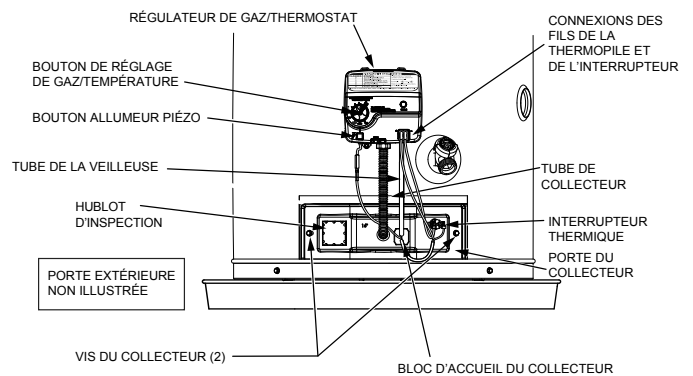

FIGURE 21.
6. Déconnecter les fils blanc et rouge du régulateur de gaz/thermostat (Figure 21). Utiliser une pince à bec effilé pour
8. Retirer les deux vis (tournevis à douille de 1/4 po SAE) qui fixent l'ensemble collecteur/brûleur à la chambre de combustion. Voir la Figure 21.
2. Vérifier si le hublot est endommagé et le remplacer au besoin (Figure 21).
7. Connecter les fils blanc et rouge au module de commande de gaz/thermostat comme illustré sur la Figure 21. S'assurer également que les fils rouge de l'interrupteur thermique sont connectés à l'interrupteur thermique sur la porte du collecteur.